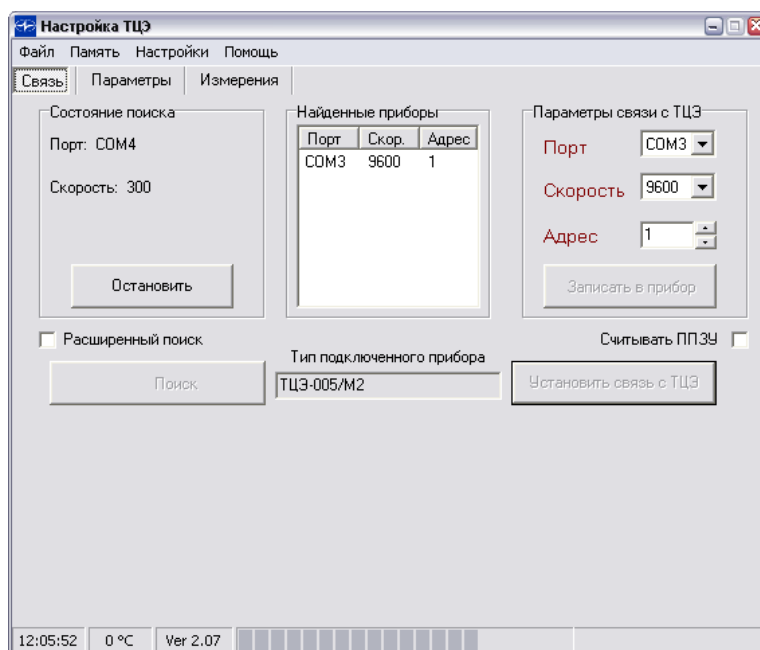

Рисунок 3.4
3.2.1.6. Для поиска ТЦЭ нажмите кнопку «Поиск» (рисунок 3.4).